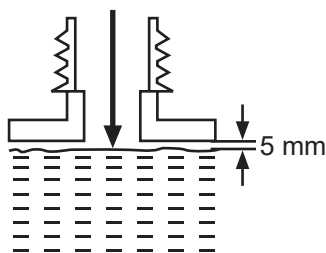

Fig. 8
4. Añada el combustible adecuado al depósito de combustible. Deje un espacio mínimo de 5 mm entre la parte superior del combustible y el borde interior del depósito para admitir una expansión (fig. 8).